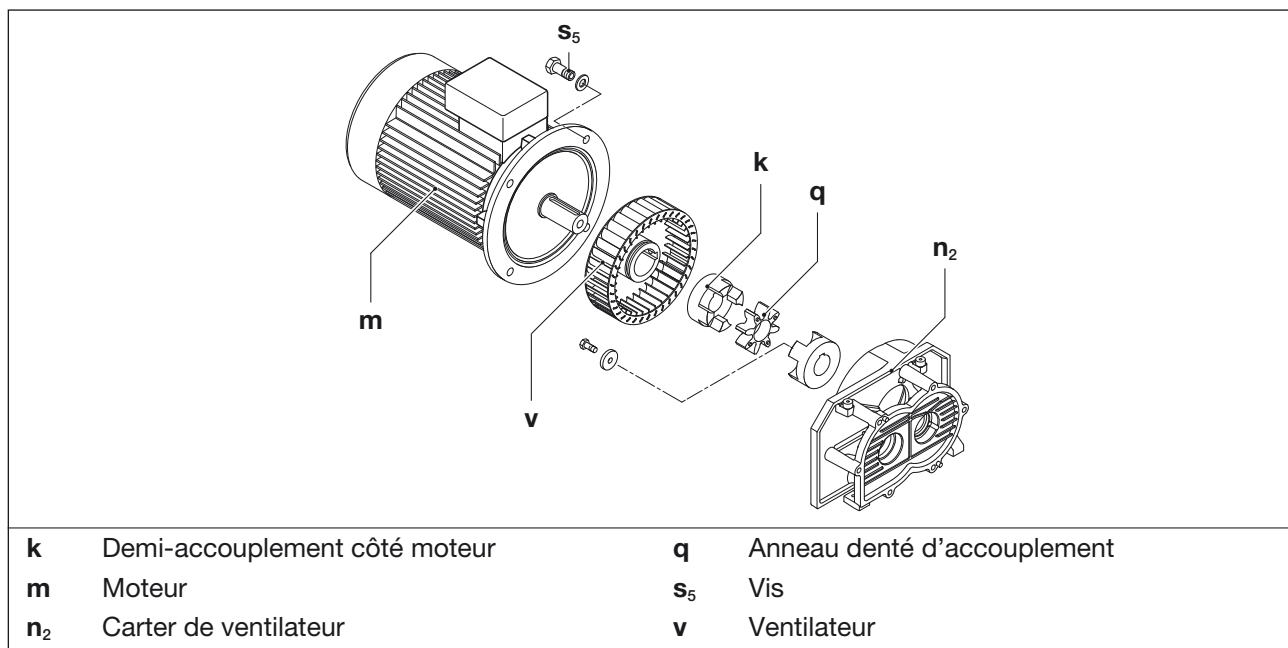

Fig. 8 Accouplement
L'anneau denté d'accouplement (Fig. 8/q) est sujet à l'usure et doit être contrôlé régulièrement (au moins 1 fois par an). De temps en temps, il faut également contrôler le ventilateur (Fig. 8/v) et vérifier s'il présente des dommages.
- b) Attachez le moteur (Fig. 8/m) aux boulons à œil à l'aide de l'outil de levage. S'il n'y a pas d'anneau de levage, attachez le moteur à l'aide d'élingues rondes.
- c) Desserrez les vis (Fig. 8/s₅) sur la bride du moteur et extrayez le moteur avec son demi-accouplement côté moteur (Fig. 8/k) du carter du ventilateur (Fig. 8/n₂) en tirant dans le sens axial.
- d) Contrôlez l'anneau denté (Fig. 8/q). Si l'anneau denté est endommagé ou usé, remplacez-le.
- e) Contrôlez le ventilateur (Fig. 8/v) et si nécessaire remplacez-le.
- f) Remontez l'anneau denté et le moteur avec le demi-accouplement côté moteur dans le sens axial et fixez à l'aide des vis (Fig. 8/s₅) sur la bride moteur. Couple de serrage : 84 Nm